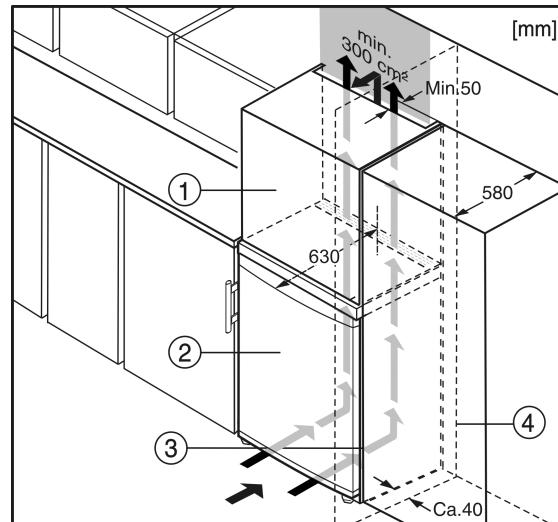

Fig. 5
(1) Élément haut
(2) Appareil
(3) Placard de cuisine
(4) Mur
L'appareil peut être entouré de meubles de cuisine. Pour adapter l'appareil Fig. 5 (2) à la hauteur des placards de la cuisine intégrée, on peut placer un élément haut Fig. 5 (1) au-dessus de l'appareil.
Lors de la transformation avec des placards de cuisine (profond. max. 580 mm) l'appareil peut être placé directement à côté du placard Fig. 5 (3). La porte de l'appareil saillit latéralement de 34 mm et au milieu de l'appareil de 50 mm par rapport à la face avant du placard de cuisine. Ainsi, elle se laisse ouvrir et fermer sans problèmes.
Si l'appareil est installé avec les charnières à côté d'un mur Fig. 5 (4), la distance entre l'appareil et le mur doit être de 40 mm min. Ceci correspond à la saillie de la poignée lorsque la porte est ouverte.